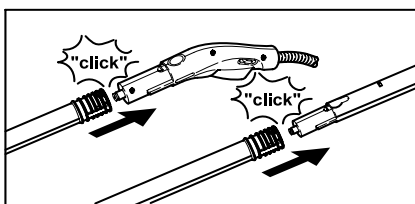

Figura 4
- Dacă este necesar utilizați teava de prelungire (G1). Pentru aceasta montați unul sau ambele țevi prelungitoare pe pistolul de abur (C1) (vezi figura 4). Împingeți accesoriul necesar (D1, E1, H1) pe capătul liber al țevii de prelungire.